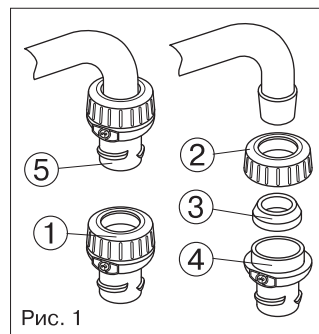
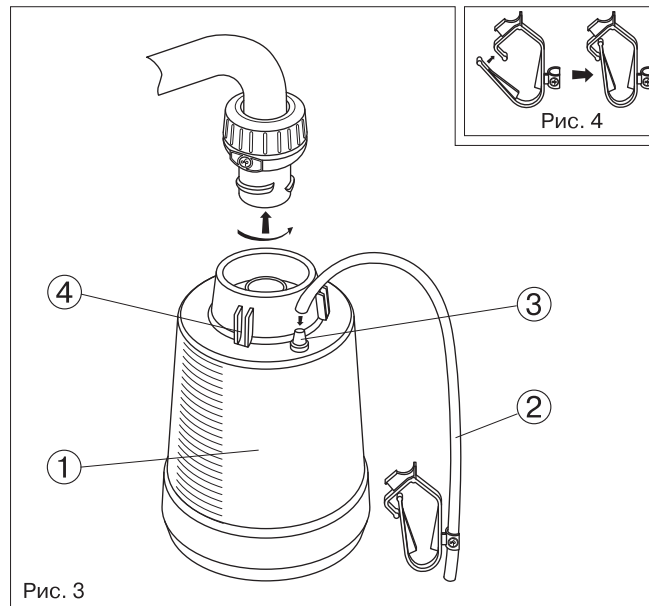
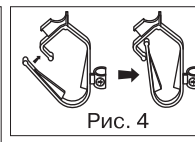

Рис. 1
Рис. 3
Рис. 4
Для установки фильтра на гладкий кран (рис. 1 и рис. 3):
2. Наденьте на кран гайку (рис. 1, поз. 2), уплотнительную втулку (рис. 1, поз. 3) конусом вверх, опустив ее до упора в утолщение на конце крана.
3. Приверните рассекатель (рис. 1, поз. 4) к гайке до упора, закрепив тем самым на кране собранную переходную втулку.
4. Фильтрующий модуль наверните до упора на переходную втулку (рис. 3).
5. Наденьте на выходной штуцер модуля (рис. 3, поз. 3) трубку (рис. 3, поз. 2).
6. Сложите фиксатор, как показано на рис. 4. Наденьте фиксатор на свободный конец трубки и закрепите на фильтрующем модуле в одном из двух гнезд (рис. 3, поз. 4), либо защелкните его на верхнем крае емкости для очищенной воды.